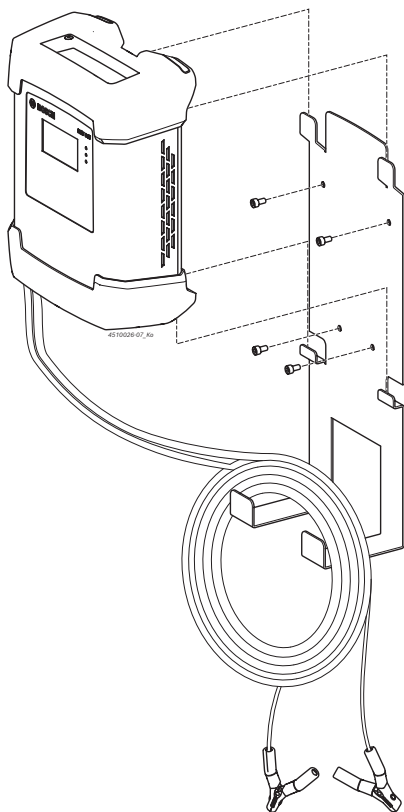

図 2: BAT 645と壁マウント
**!** BAT 645の4つの支持脚は常に壁マウントの上下に掛ける必要があります。充電ケーブルと電源コードは壁マウントに掛けることができます(図2を参照)。
① メッセージ "Time out" は充電フェーズの完了ではありません。これは、パラメータ入力が間違っているか、またはバッテリーが故障していることを示唆しています。
① 充電中にバッテリーを電気システムから切断する必要はありません。
① 24ボルトのバッテリーの電圧が17ボルト未満の場合は、2つに直列接続された12ボルトのバッテリーを別々に充電する必要があります。17ボルト未満の場合、BAT 645は12ボルトのバッテリーのみを検知するため、充電は12ボルトのバッテリーのみで行ってください。
- BAT 645 をオン/オフスイッチ (図2、位置1) でオンにします。